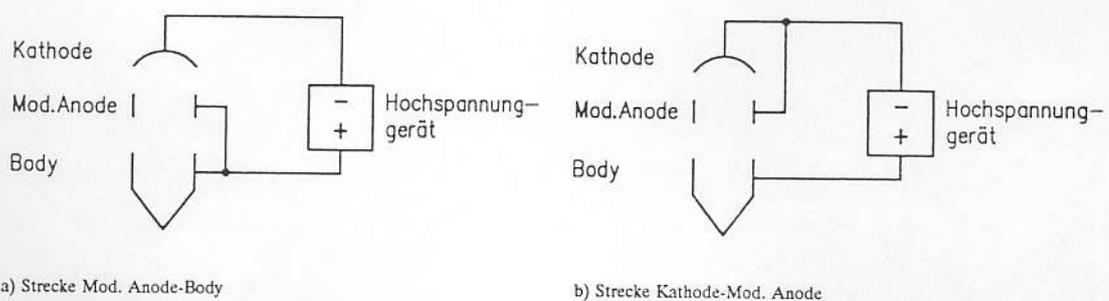

Abb. 54. Hochspannungskultivieren der Elektronenkanone
Abb. 54. zeigt das Schaltbild zum Hochspannungskultivieren. Alle Elektroden müssen einem Potential zugeordnet werden. Die Heizeranschlüsse müssen durch Dummy - Stecker abgeschlossen werden um äußere Überschläge zu vermeiden.
- Röhre entsprechend Abb. 54. anschließen. Heizeranschlüsse mit Dummy - Steckern TE 1161 (optional) abschließen